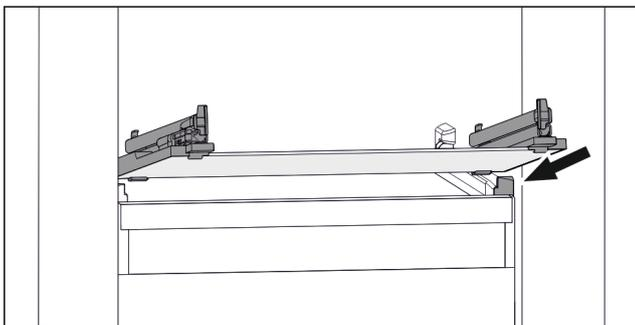

Fig. 138 Beispielhafte Darstellung der Glasplatte
- ▶ Glasplatte schräg hinter den Stoppfern aufsetzen. (siehe Fig. 138)